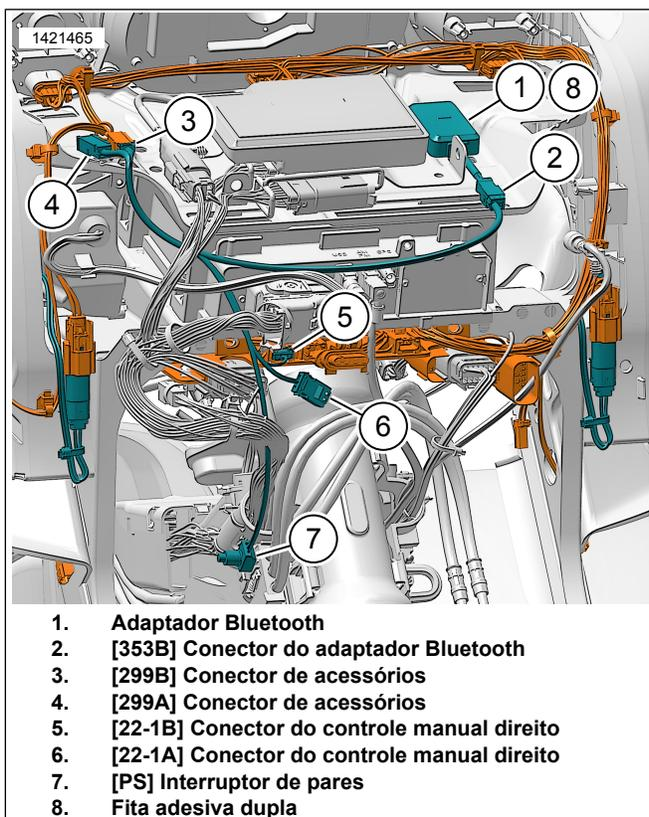

Figura 6. Chicote de fios do adaptador Bluetooth Fairing montado em garfo (2014 e posterior)
1. Veja a figura 6. Instale e direcione o chicote de fios do adaptador Bluetooth por baixo da carenagem.